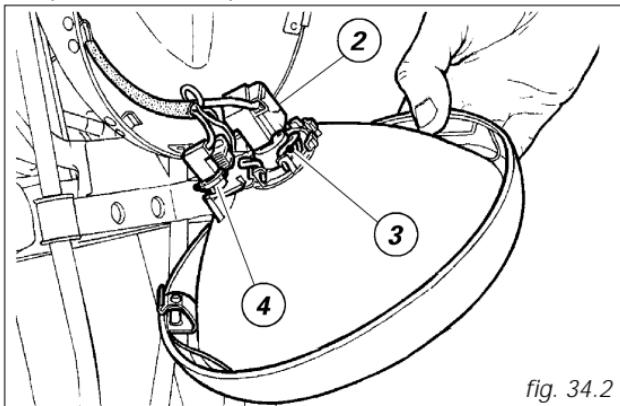

fig. 34.2
Per accedere alle lampadine del proiettore svitare la vite inferiore (1) che fissa il gruppo cornice/parabola al corpo. Staccare il connettore (2, fig. 34.2) dalla lampadina del proiettore. Sganciare la molletta (3, fig. 34.2) di tenuta della lampada e rimuoverla dal supporto.
Per sostituire la lampadina della luce di posizione, staccare il connettore (4, fig. 34.2). La lampadina ha un innesto a baionetta, per estrarla occorre premere e ruotarla in senso antiorario. Sostituire la lampadina e inserirla premendo e ruotandola in senso orario fino allo scatto nella sede. Rimontare il connettore e fissare il complessivo cornice/parabola.